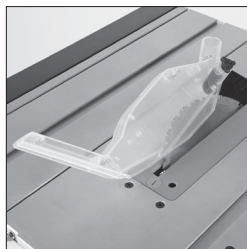

Abb. 18
- Wenn Sie mit der Funktion der Schutzhaube über den gesamten Höheneinstellbereich des Sägeblatts zufrieden sind, prüfen Sie diese in der Schrägstellung, sie muss ebenso zufriedenstellend sein. (**Abb. 18**).